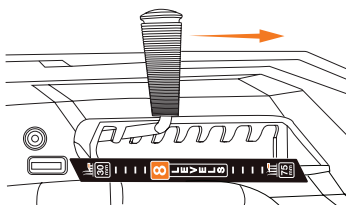

Рис. 13
- Установите максимальную высоту скашивания с помощью рычага (Рис. 13).
- Выберите необходимую высоту скашивания с помощью рычага (Рис. 13) высота скашивания регулируется от 30 до 75 мм и имеет 8 положений.